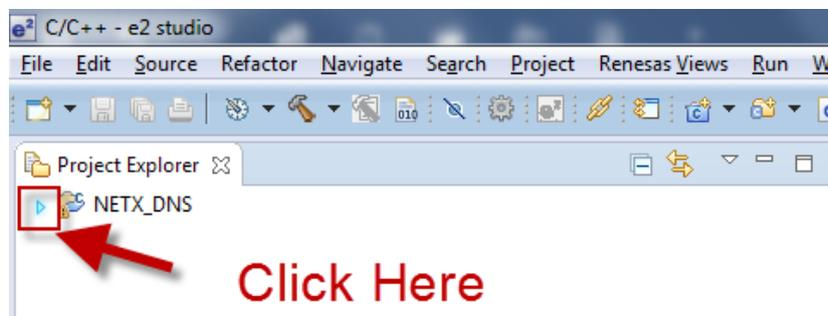

図 2.11 折りたたまれた状態の [Project Explorer] (プロジェクトエクスプローラ)
1. 図 2.11 の [Project Explorer] (プロジェクトエクスプローラ) で、左にある矢印をクリックし、プロジェクトを展開します。